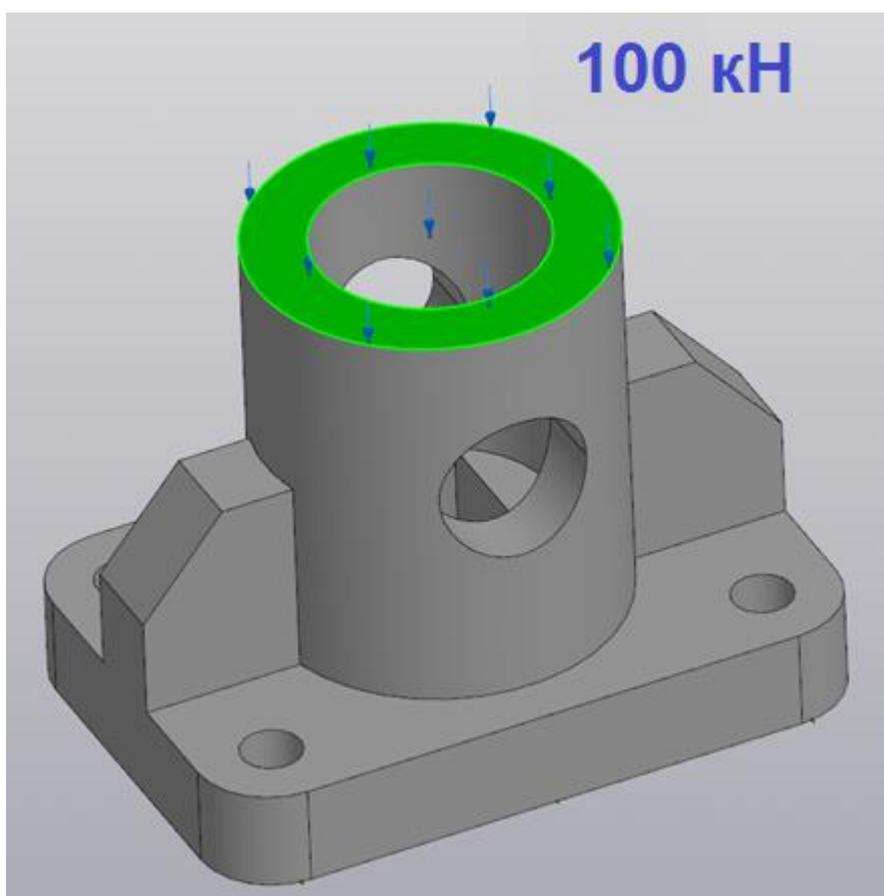

Рис. 128. Направление приложения нагрузки для выполнения статического расчёта
3. При помощи средств выбранной САПР (КОМПАС-3D или T-FLEX CAD) выполните статический расчёт с условием, что нижняя грань основания *корпуса* закреплена, а на верхнюю грань *корпуса* приложена распределённая нагрузка, равная 100 кН (рис. 128). Необходимо предоставить снимок экрана (скриншот) с цветной картой распределения напряжений и снимок экрана (скриншот) с деревом построений прочностного анализа.